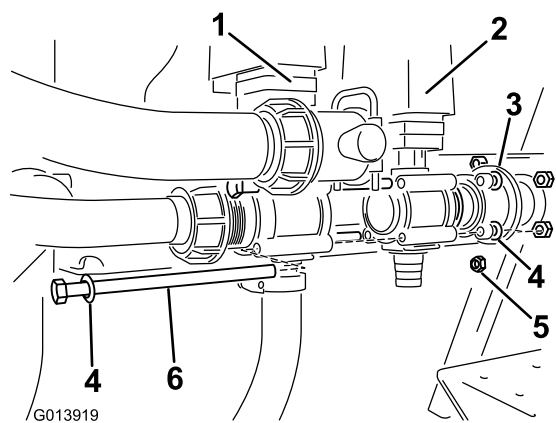

Рисунок 5
7. Найдите клапан эдуктора в наборе отдельных деталей и установите клапан в линию, справа от клапана перемешивания (Рисунок 5).